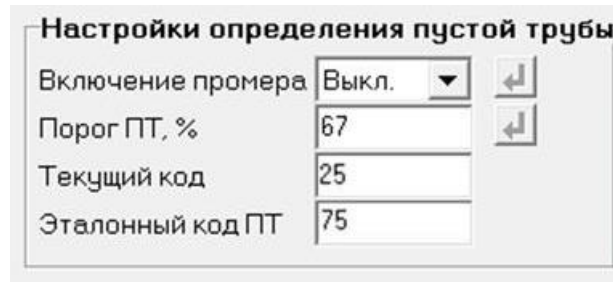

Рис.16. Вид области «Настройки определения пустой трубы».
- во вкладке **Настройки определения пустой трубы** (рис.16) прочитать значения параметров **Эталонный код ПТ** (например, 75 условных единиц) и **Текущий код** (например, 25 условных единиц);